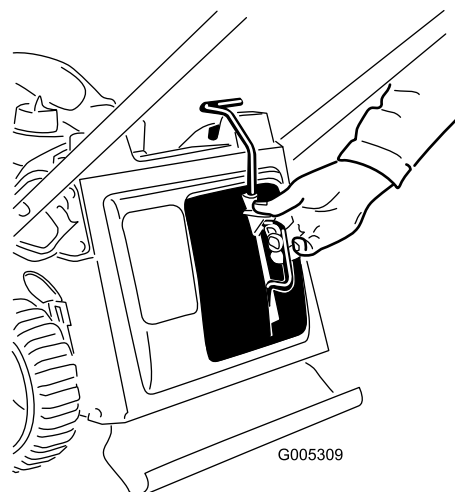

Figura 30
3. Montate il tappo mulching (Figura 30).